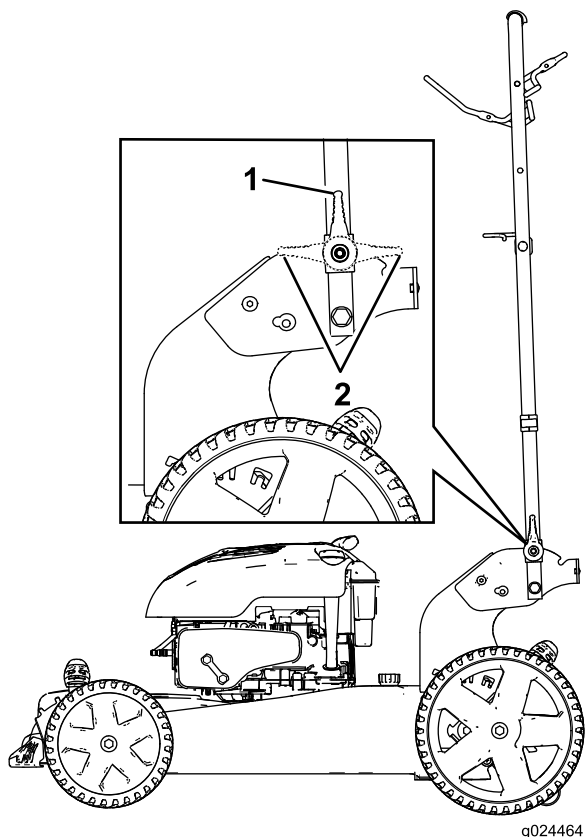

Figura 29
2. Pliegue el manillar hacia adelante, a la posición vertical o a la posición de plegado completo, según se indica en Figura 29.